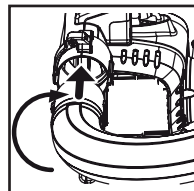

Fig. 08
1. Se posicione de frente para o equipamento, segure a extremidade chaveada do tubo cotovelo com a mão esquerda e a extremidade alargada com a mão direita. Alinhe as abas da trava da extremidade chaveada com as abas da trava na saída do soprador. (Fig. 08)